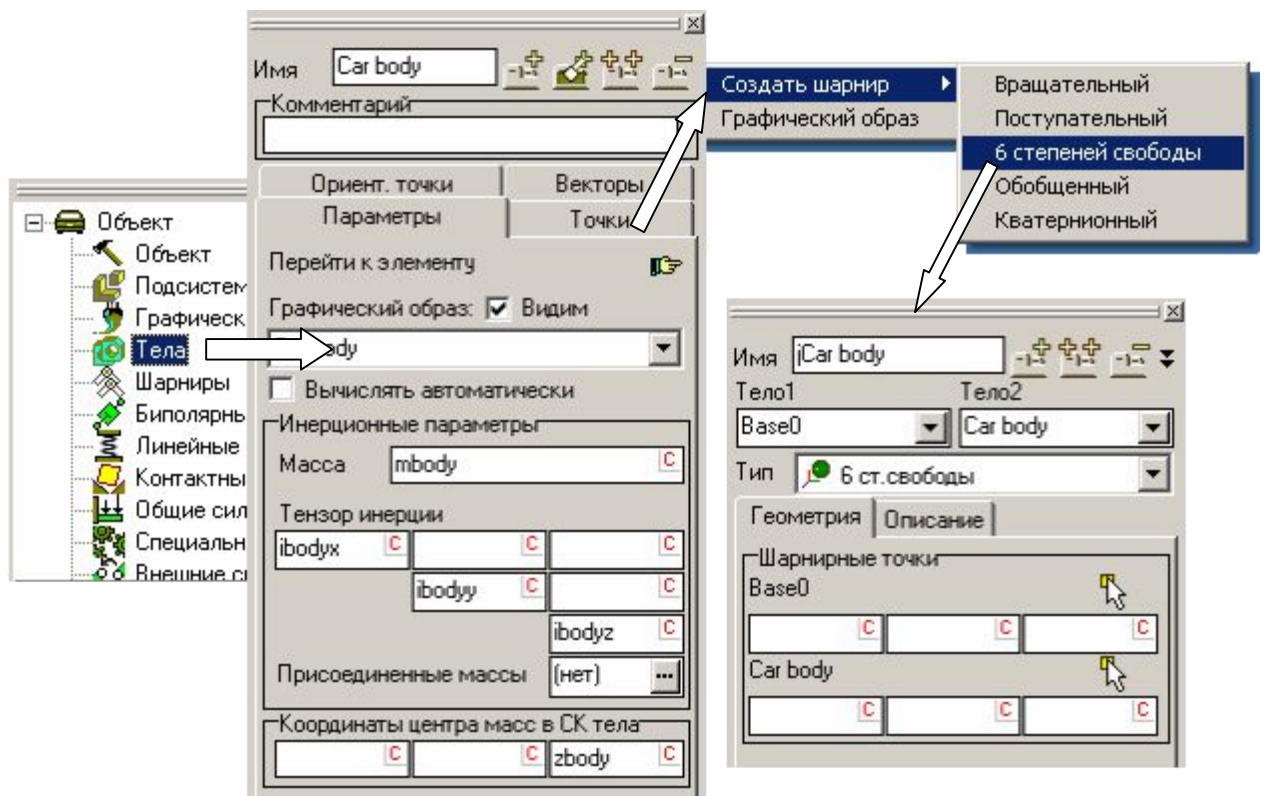

Рис. 2.19. Добавление кузова и его шарнира
4. Щелкнув на кнопке  задайте **присоединенный шарнир**, выбрав тип **6 степеней свободы**. Шарниру автоматически назначено имя **jCar body**. Данный шарнир назначает телу шесть степеней свободы: три декартовы координаты относительно СК0 и три угла ориентации в последовательности 1, 2, 3 последовательные повороты вокруг оси X, затем Y и, наконец, Z), см. рис. 2.19.